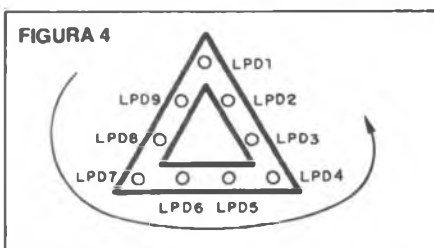
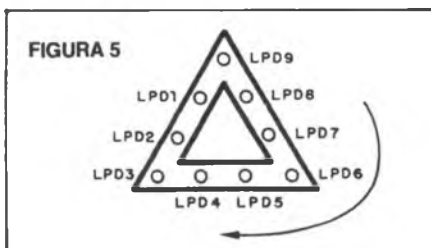

FIGURA 4
FIGURA 5
Os pulsos retangulares gerados pelo astável são diretamente aplicados à entrada A de C1-2, a década contadora 7490, neste caso, funciona como um contador binário por 9 pois quando as saídas QD e QA assumem o nível alto (H), caracterizando o numeral binário 1001 (decimal 9), a década é reciclada através das entradas R0 – para maiores detalhes recomendamos a leitura da parte IV desta série, (revista nº 181, pag. 59) dedicando especial atenção à figura 5 cuja estrutura elétrica é a mesma que é aqui utilizada.
O triângulo de segurança deve ser furado em nove pontos, estrategicamente distribuídos, de forma a conter as nove lâmpadas de sinalização, as quais devem ser distribuídas de forma ordenada (ou em seqüência). O croqui da figura 4 dá uma idéia: neste caso a luz "circula" em sentido anti-horário; ou seja, da esquerda para a direita; já para o croqui da figura 5 o sentido é